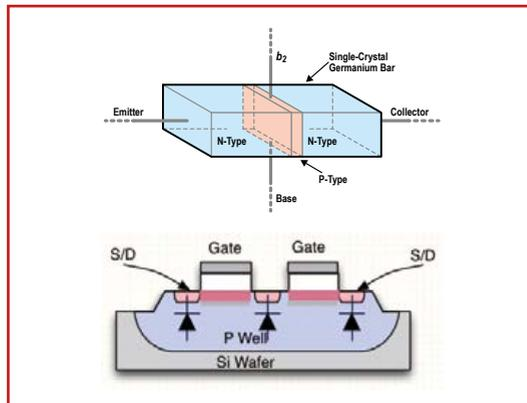

Bild 2. Aufbau des Tetrodentransistors.
Variationen auf. Bemerkenswerterweise weisen sie zwei Steuerelemente anstelle von einem auf: zwei Basis-Anschlüsse (b) bei Bipolar-Transistoren und zwei Gate-Anschlüsse (G) bei MOSFETs, wie die Schaltsymbole in **Bild 1** zeigen. Werfen wir einen genaueren Blick darauf und erforschen, was die Transistoren so besonders macht! Eine Tetrode bezeichnet in der Elektronik prinzipiell ein Bauteil mit vier aktiven Elektroden. In der Regel bezieht sich der Begriff auf eine Vakuumröhre, die zwei Gitter anstelle eines hat. Das zusätzliche Gitter, Schirmgitter genannt, senkt die Kapazität zwischen Gitter und Anode im Vergleich zu einer herkömmlichen Triodenröhre, was den Frequenzbereich erweitert. Tetrodentransistoren sind zwar kein 1:1-Ersatz für Vakuumröhren-Tetroden, aber auch gedacht, um die parasitäre Kapazität zu reduzieren und den Arbeitsfrequenzbereich zu erweitern. Ein bipolarer Tetrodentransistor besitzt eine zusätzliche Basis-Verbindung auf der entgegengesetzten Seite des Siliziums (obere Seite von **Bild 2**). Die untere Abbildung zeigt, wie ein Dual-Gate-MOSFET aufgebaut ist.